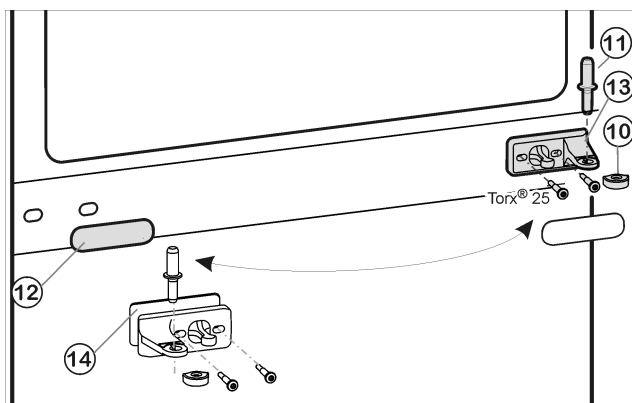
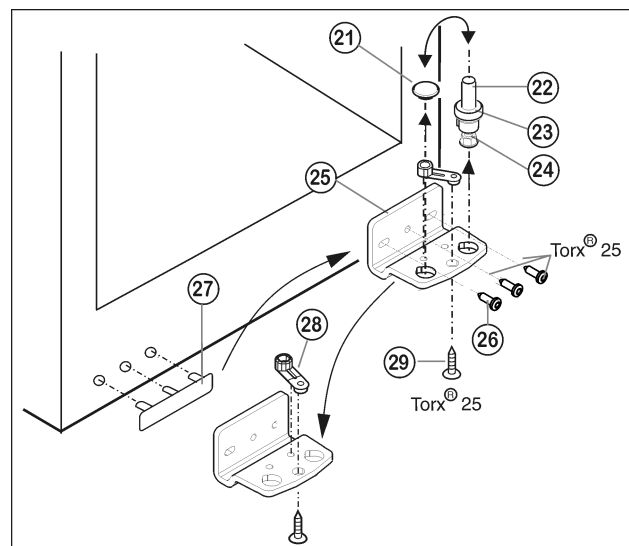

Fig. 6
Fig. 7
- ▶ Retirer le pivot central Fig. 6 (11) de sa charnière et de la porte inférieure.
- ▶ Retirer le capuchon en plastique Fig. 6 (10).
- ▶ Dévisser le support d'appui du milieu Fig. 6 (13) (2 Torx® 25).
- ▶ Retirer avec précaution le panneau-cache Fig. 6 (12).
- ▶ Visser le support d'appui du milieu Fig. 6 (13) avec le support pivoté Fig. 6 (14) de 180° sur le nouveau côté charnière (avec 4 Nm).
- ▶ Encliqueter de nouveau le panneau-cache Fig. 6 (12) tourné de 180° sur le nouveau côté poignée.
- ▶ Dévisser le pivot Fig. 7 (22) complètement avec le disque Fig. 7 (23) et le pied réglable Fig. 7 (24) vers le haut.
- ▶ Enlever le bouchon Fig. 7 (21).
- ▶ Dévisser Fig. 7 (26) le support d'appui Fig. 7 (25).
- ▶ Dévisser l'élément pivotant Fig. 7 (28) et le permuter dans le trou opposé du support d'appui.
- ▶ Soulever le cache côté poignée Fig. 7 (27) avec précaution et le positionner sur le côté opposé.
- ▶ Revisser à fond le support d'appui Fig. 7 (25) sur le nouveau côté charnière en utilisant une visseuse sans fil si nécessaire, avec un couple de serrage de 4 Nm.
- ▶ Replacer le bouchon Fig. 7 (21) dans l'autre trou.
- ▶ Replacer le pivot Fig. 7 (22) complètement avec le disque et le pied réglable. Faire attention à ce que les ergots d'encliquetage soient tournés vers l'arrière.
- ▶ Placer la porte supérieure par le haut sur le pivot inférieur Fig. 7 (22).
- ▶ Remettre le capuchon en plastique Fig. 6 (10) sur le support d'appui central Fig. 6 (13).
- ▶ Placer le pivot du milieu Fig. 6 (11) sur le nouveau côté charnière à travers le support d'appui central Fig. 6 (13) dans la porte inférieure.
- ▶ Placer la porte supérieure sur le pivot du milieu Fig. 6 (11).
- ▶ Aligner éventuellement les portes à la carrosserie grâce aux deux trous longitudinaux dans le support d'appui inférieur Fig. 7 (25) et le support d'appui central Fig. 6 (13). Pour cela, dévisser la vis centrale du support d'appui inférieur Fig. 7 (25).